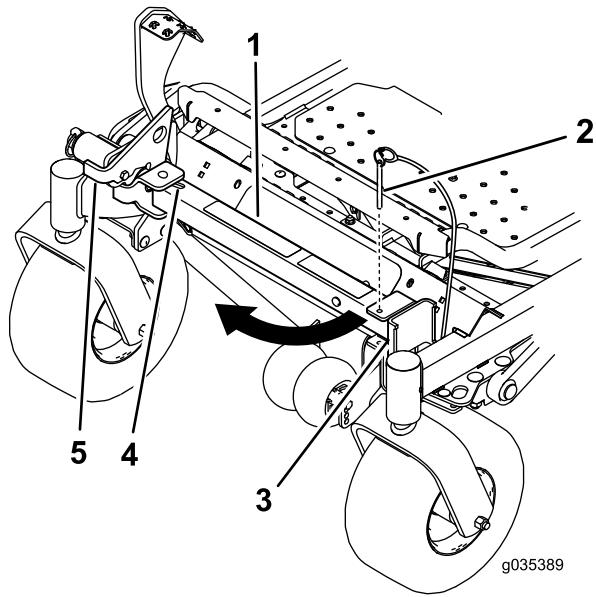
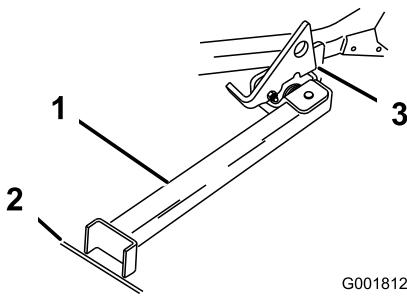

Figura 44
Figura 45
2. Togliete il perno dalla staffa (Figura 44).
4. Portate il piede del supporto sul davanti e spostatelo verso la macchina, nell'intaglio inferiore (Figura 44 e Figura 45).
5. Mettete a terra il piede del supporto e appoggiate il dispositivo di chiusura sull'aletta orientabile (**Figura 45**).
- Nota:** Per ottenere risultati ottimali, appoggiate il piede del supporto nelle fessure del marciapiede o nel tappeto erboso (**Figura 45**).
7. Guidate la macchina sul supporto. Fermatevi quando il dispositivo di chiusura cade sull'aletta e si chiude (**Figura 45**).
5. Riportate il supporto in posizione di riposo (**Figura 44**).